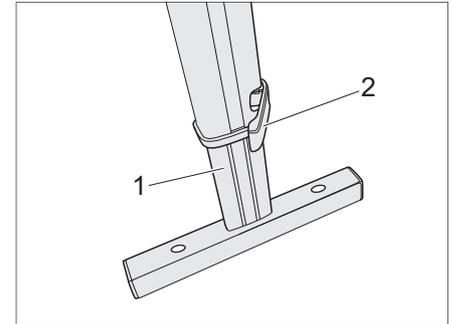

Bild 13 Teleskopfuß
- ▶ Klemmung (Bild 13,2) lösen.
- ▶ Stützfuß (Bild 13,1) so verstellen, dass die Tischplatte eben ist.
- ▶ Klemmung (Bild 13,2) anziehen.